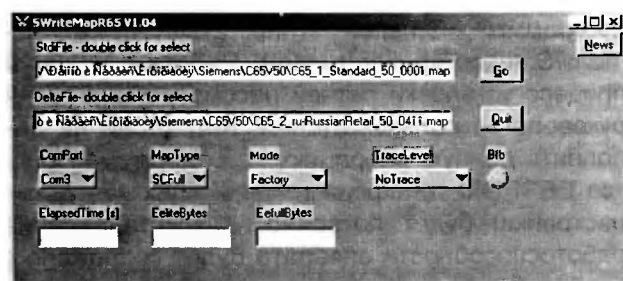

Рис. 1.1.45. Использование SWriteMAP
1. В основном диалоговом окне программы (рис. 1.1.45) указывают пути к MAP-файлам (вызов диалога открытия файла осуществляется двойным щелчком мыши по соответствующему полю ввода) и выбирают COM-порт ПК, к которому подключен телефон. Следует учесть, что в